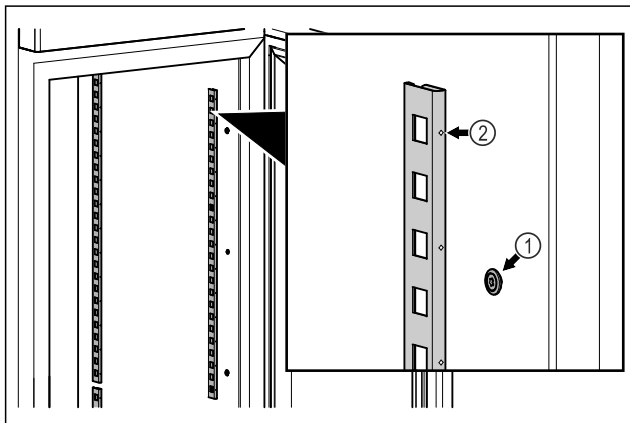

Fig. 15 Ilustrační zobrazení
- ▶ Zahákněte zářkové lišty do zavěšení Fig. 15 (1). Označení Fig. 15 (2) musí směřovat dopředu.